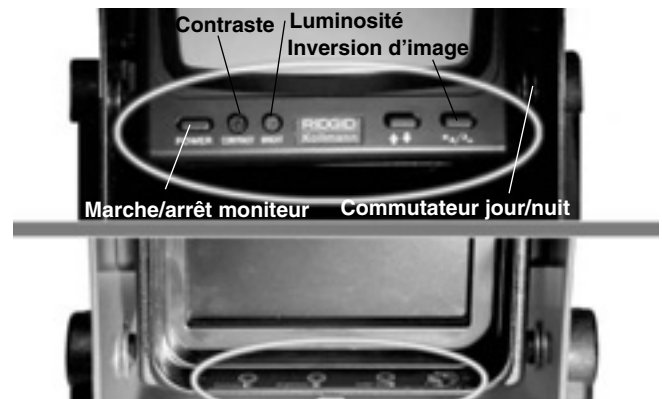
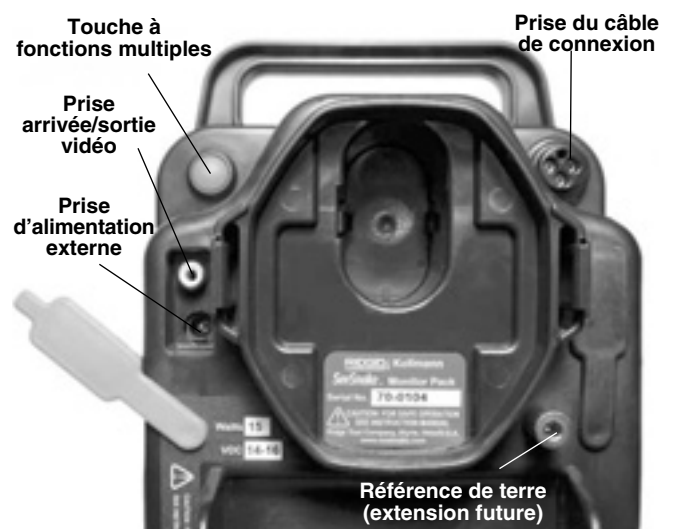

Figure 6 – Commandes des moniteurs noir et blanc (haut) et couleur (bas)
Figure 7 – Panneau arrière du bloc moniteur
Commandes du moniteur – La luminosité et le contraste peuvent être réglés à l'aide des commandes qui se trouvent sur le moniteur. Le moniteur noir et blanc comprend également un inverseur d'image et un commutateur jour/nuit qui permettent de mieux régler l'image de l'écran (Figure 6).
Touche à fonctions multiples (rouge) (Figure 7) – Cette touche permet les fonctions suivantes :
Appuyez momentanément sur la touche à fonctions multiples au dos du bloc moniteur (Figure 7) pour alimenter le système. Le témoin DEL rouge doit alors s'allumer. Une image devrait apparaître à l'écran du moniteur au bout de quelques secondes. Si non, assurez-vous que l'interrupteur de l'appareil se trouve bien en position 'marche' (ON) (Figure 6). Pour éteindre le système, appuyez momentanément sur la touche à fonctions multiples.
Si nécessaire, servez-vous des commandes en façade du bloc moniteur pour parfaire l'image (Figure 6).